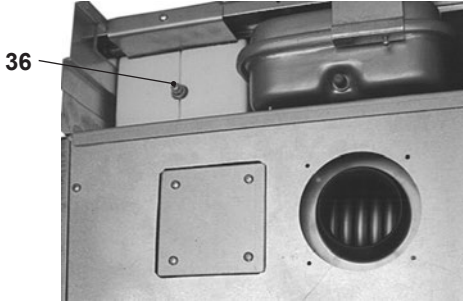

Fig. 9.4
- Per facilitare lo svuotamento, allentare il raccordo di sfiato micro accumulato 36 indicato in Fig. 9.4, posto sul micro accumulato nella parte superiore della caldaia.